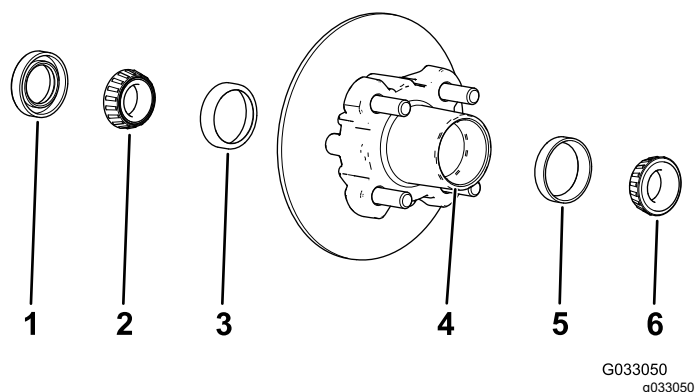

Figure 26
1. Déposez le roulement extérieur et la bague de roulement du moyeu (Figure 26).
2. Déposez le joint et le roulement intérieur du moyeu (Figure 26).
5. Éliminez la graisse, la saleté et les débris à l'intérieur de la cavité du moyeu (Figure 26).
7. Remplissez 50 à 80 % de la cavité du moyeu avec la graisse spécifiée (Figure 26).
8. Montez le roulement intérieur sur la bague, sur le côté intérieur du moyeu, puis posez le joint (Figure 26).